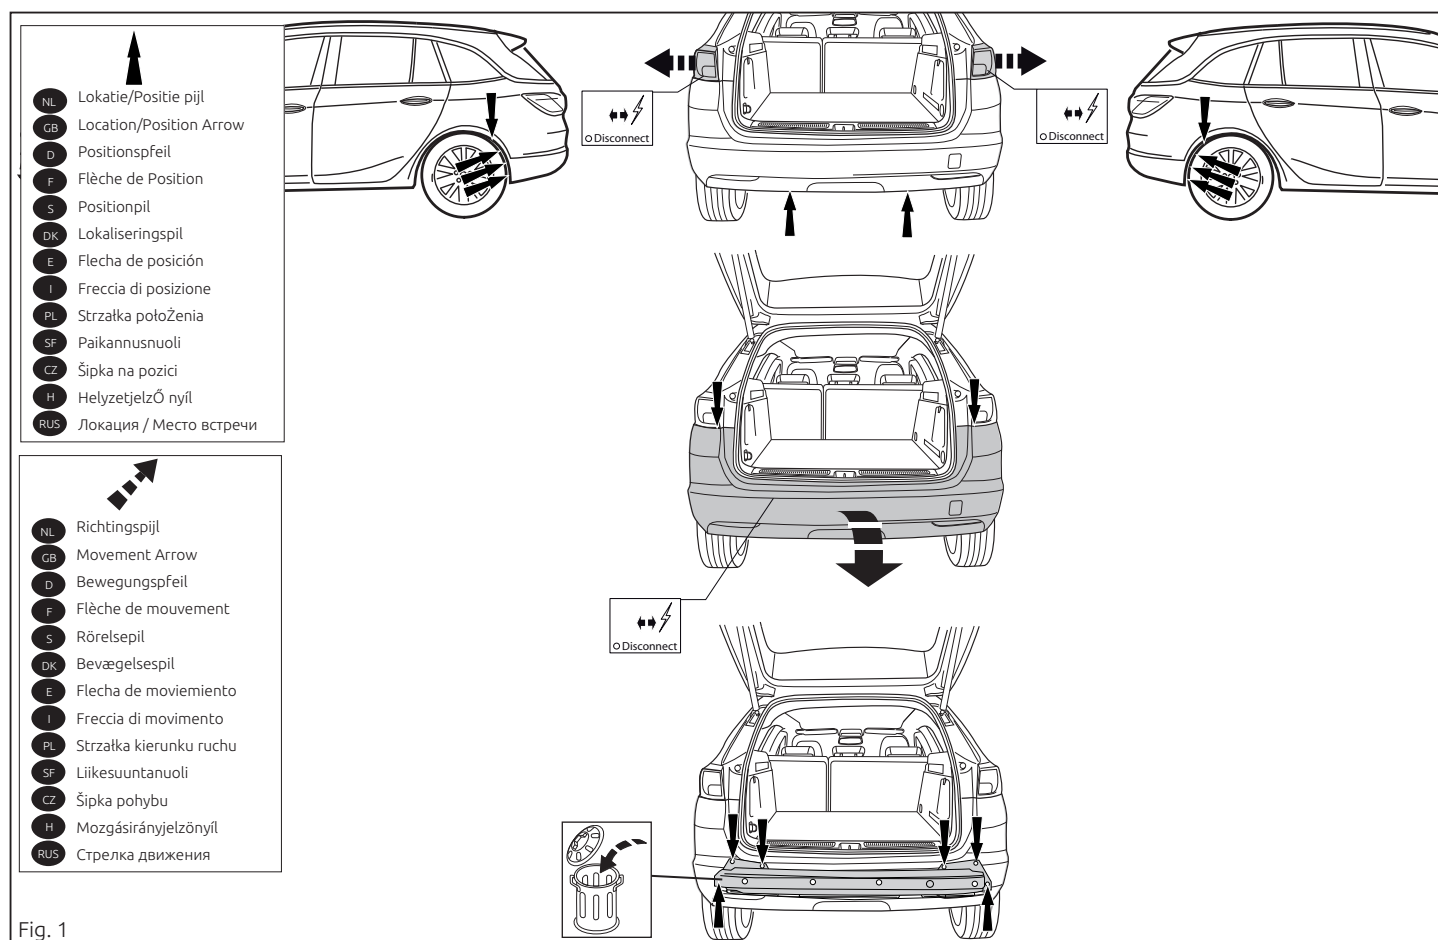

Fig. 1
1. Remove the rear-light units. Remove the bumper and the steel buffer beam from the vehicle. The buffer beam will no longer be needed. See figure 1.
1. Die Rücklichter abmontieren. Die Stoßstange einschließlich des stählernen Stoßbalkens vom Fahrzeug abmontieren. Der Stoßbalken wird nicht mehr benötigt. Siehe Abbildung 1.
1. Démontez les feux arrière. Déposer le pare-chocs du véhicule y compris la traverse en acier ; la traverse ne sera plus utilisée. Voir la figure 1.
1. Demonter baglysenhederne. Demonter kofangeren, inklusive køretøjets stålstødbjælke. Stålstødbjælken skal ikke længere anvendes. Se fig. 1.
1. Снять оба блока задних фар. Снять бампер вместе со стальным буферным брусом автомобиля. Буферный брус больше не понадобится. См. рисунок 1.